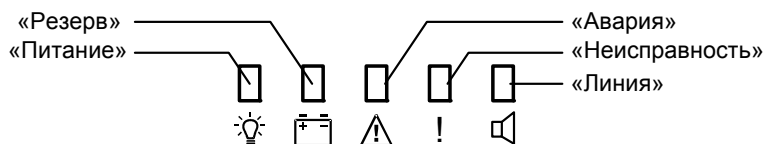

Рисунок 1
1.4.6 Индикация режимов работы прибора осуществляется посредством пяти индикаторов (см. Рис. 1) и встроенного звукового сигнализатора.
Для перевода прибора в режим «Определение состояния АС» необходимо на датчике вскрытия корпуса набрать специальную кодовую комбинацию (одно длинное-три коротких нажатия-одно длинное). Прибор переходит в режим «Определение состояния АС» и индикатор «Линия» (см. Рисунок 1) начинает часто мигать, после чего производится контроль и сохранение сопротивления нагрузки линии оповещения. Если при контроле сопротивление нагрузки  $< 3 \text{ Ом}$  или  $> 21 \text{ Ом}$ , выход будет находиться в состоянии «КЗ» или «Обрыв» соответственно.